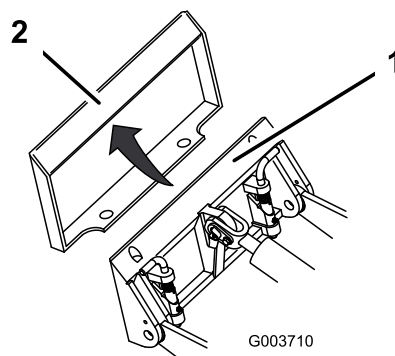

図 16
4. 取り付けプレートをアタッチメント受けプレートの上側にセットする 図 16。